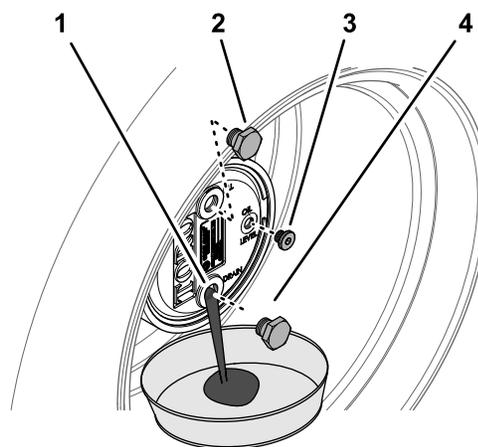

Рисунок 60
2. Снимите пробку заливного отверстия, расположенную в положении «12 часов», и пробку контрольного отверстия, расположенную в положении «3 часа» (Рисунок 60).
3. Подставьте сливной поддон под ступицу планетарной передачи, снимите пробку сливного отверстия, расположенную в положении «6 часов», и дайте маслу полностью стечь (Рисунок 60).
5. Установите пробку сливного отверстия в сливное отверстие корпуса планетарного редуктора (Рисунок 60).